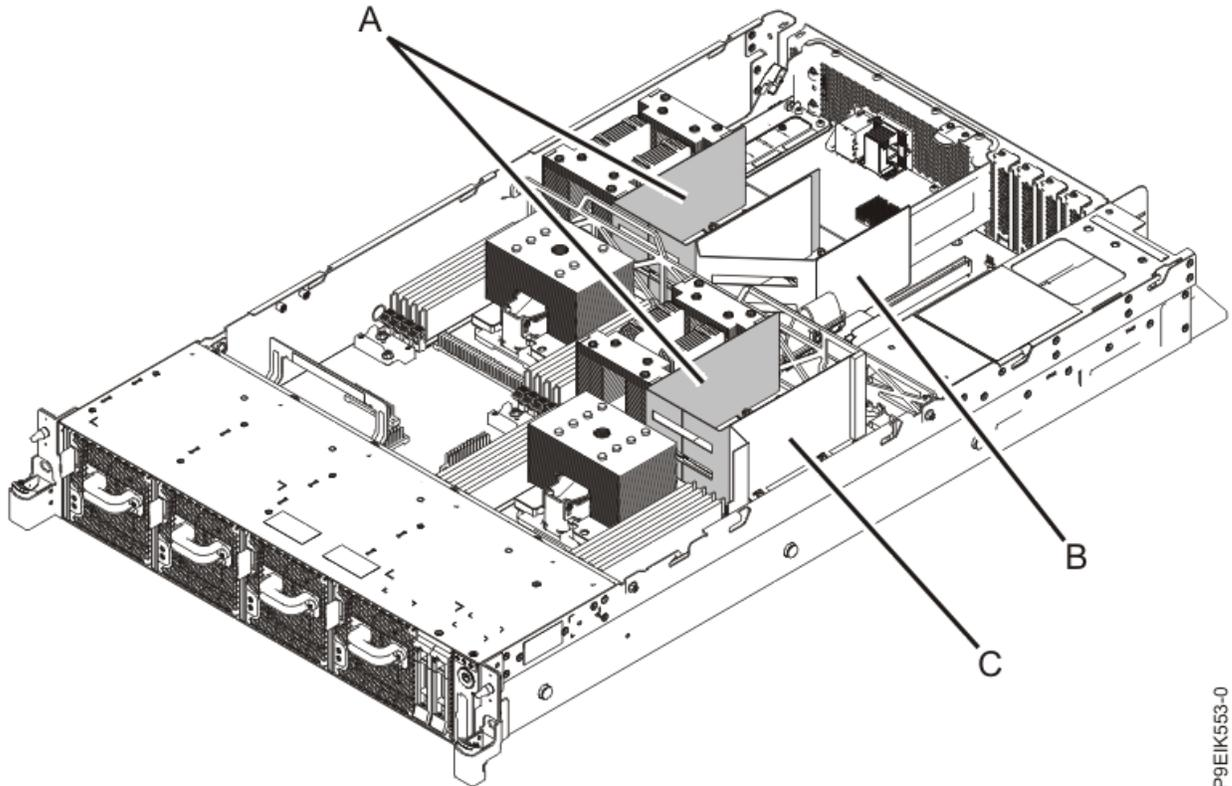

Figura 22. Enchimentos (A) e condutas (B e C) de ventilação da GPU
2. Remova os dois enchimentos de GPU (**A**) localizados nos sockets de GPU, como é mostrado na Figura 22 na página 25. As duas condutas de ventilação (**B**) e (**C**) devem ficar no lugar para garantir uma refrigeração adequada.